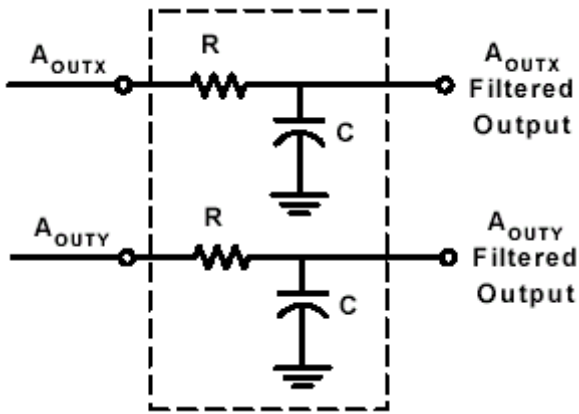

图 4：低通滤波器
**低通滤波器：** 在低频率的倾角或倾斜测量中，外接低通滤波器十分有用。低通滤波器可以限制噪音水平，提高加速度传感器的分辨率。图 4 使低通滤波器在截止点 -3dB 时根据  $f=1/2\pi RC$  等式绘制。对于 2000 Hz 比例输出滤波器， $C=0.1Mf$ ， $R=8k$ ， $\pm 5\%$ ，1/8W。